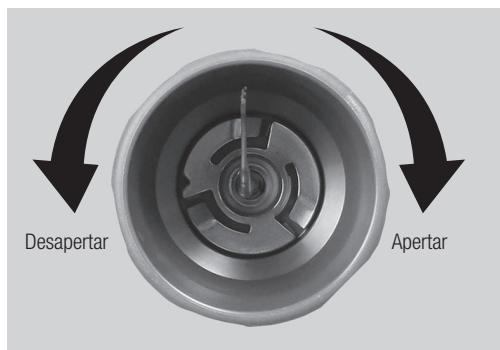

Fig. 17
- 3) Rode a chave no sentido dos ponteiros do relógio (Fig. 17 e 18) até ouvir um clique e não conseguir rodar mais.
- \*Rode a chave no sentido contrário ao dos ponteiros do relógio conforme mostrado na Fig. 17 e 18 para remover a ponta.